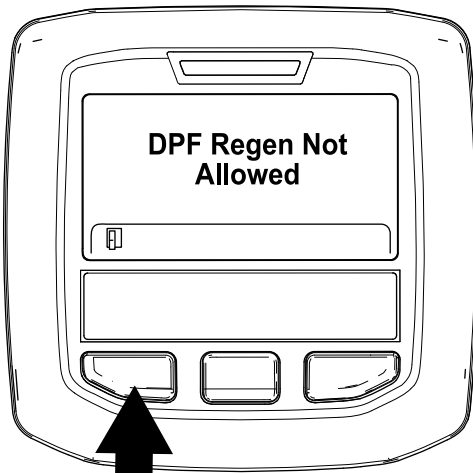

Bild 55
- Wenn der Motorcomputer die Regenerierung nicht zulässt, wird die Meldung „DPF Regen. Not Allowed“ im InfoCenter angezeigt (Bild 55). Drücken Sie die linke Taste, um den Homebildschirm anzuzeigen.